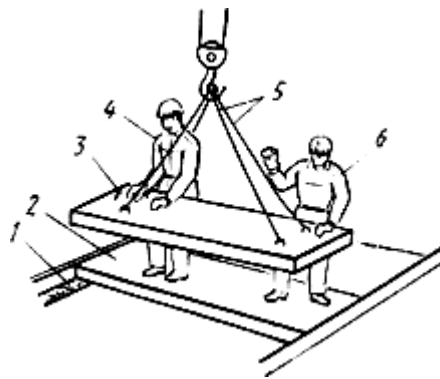

Рис.2.3. Подготовка места установки панели
*Укладка и выверка панели (рис.2.3, 2.4), исполнители: рабочий, выполняющий монтажные работы (старший в звене) и рабочий, выполняющий монтажные работы*